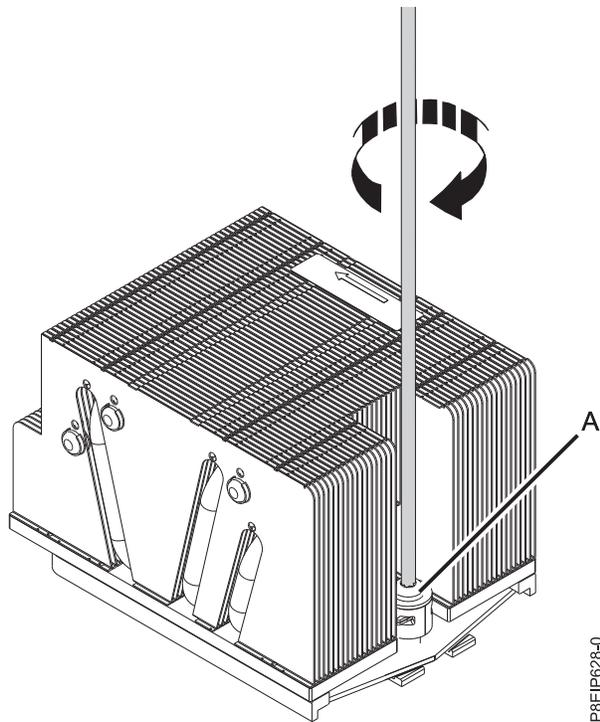

Figura 69. Apretar el tornillo del brazo de carga
11. Apriete el tornillo del brazo de carga (A) con un destornillador Phillips #3, como se muestra en la Figura 69.